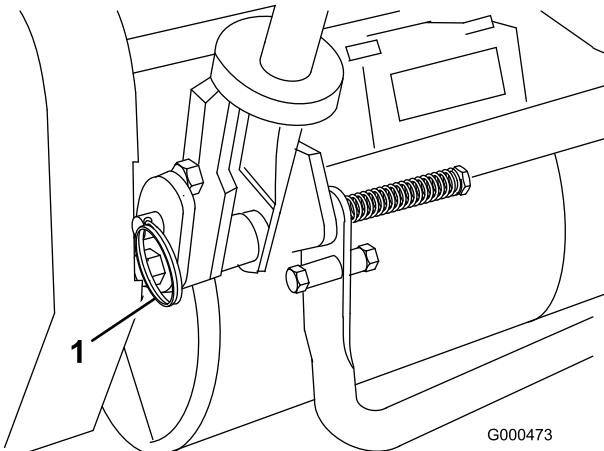

図 11
1. 機体左右のリング・ピンからヘアピン・コッターを抜き取る (図 11)。
| 1. リング・ピン                     | 2. ハンドルを支えながら、左右のリング・ピンを抜き、ハンドルを希望の高さにセットする (図 11)。 |